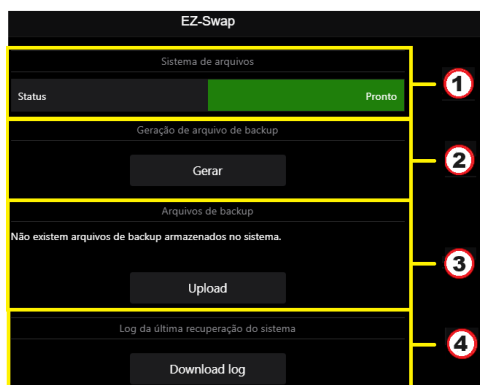

Figura 73 – Página de configuração EZ-Swap via Alfa Web Monitor
A geração do arquivo de recuperação do sistema (EZ-File) é muito simples. Para que esta ação seja efetiva o canal de pesagem deve estar habilitado. Através do submenu EZ-Swap, pressionar o botão **Gerar** indicado no item 2 da Figura 73. Neste momento, o sistema deve retornar uma caixa de texto para o usuário especificar o nome do arquivo de recuperação a ser gerado. Ao confirmar a geração com o nome dado, o sistema deve carregar na lista de "Arquivo de backup" o novo arquivo gerado. Este arquivo pode, caso desejado, ser baixado no computador que está executando o Alfa Web Monitor pressionando o botão **Download**.